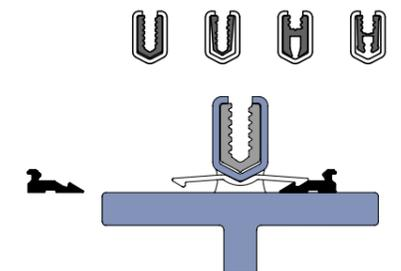

fig. 1: Protection optimale contre la corrosion
- Protection parfaite contre la corrosion de la construction grâce à un écart de sécurité de 3 mm entre le profilé porteur en acier et le profilé de base du système ; ainsi, aucune pièce ne repose à plat l'une sur l'autre (voir fig. 1)